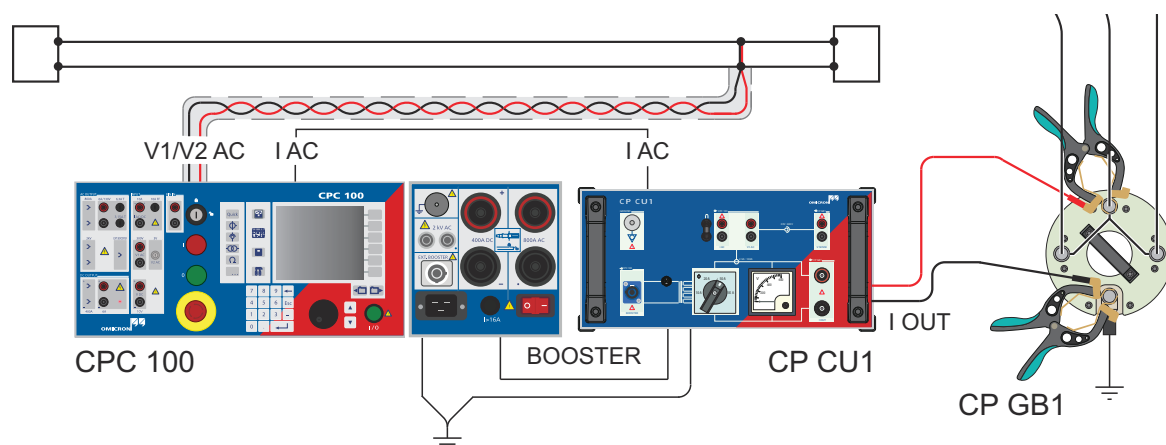

Figure 6-4: Montage de mesure du couplage entre lignes/câbles pour l'étalonnage ligne-terre
15. Court-circuitez le câble de mesure à l'extrémité, puis connectez-le au câble de signaux, comme illustré à la figure 6-4 ci-dessous.